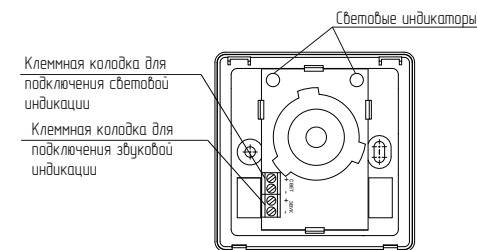

Рисунок 5
– подсоединить монтажные провода, идущие от управляющего устройства к клеммной колодке (рисунок 5), выбрав схему подключения (рисунки 6 и 7);